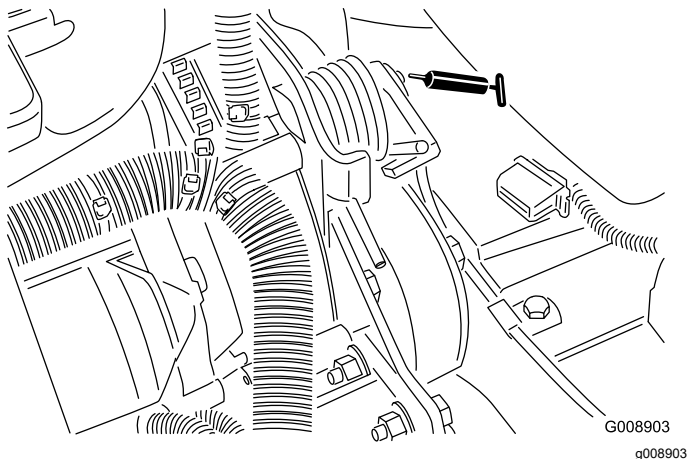

Figura 62
- Pivote tensor de la correa (Figura 62)